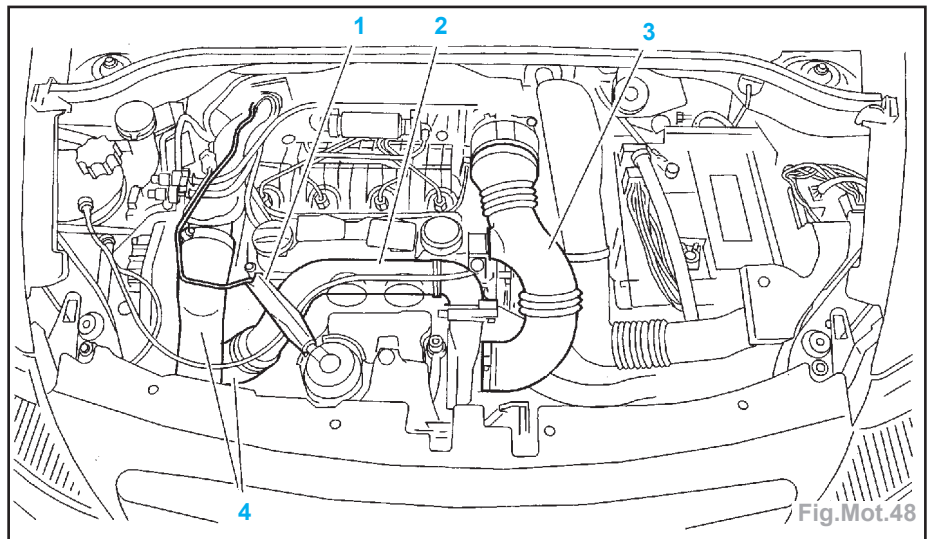
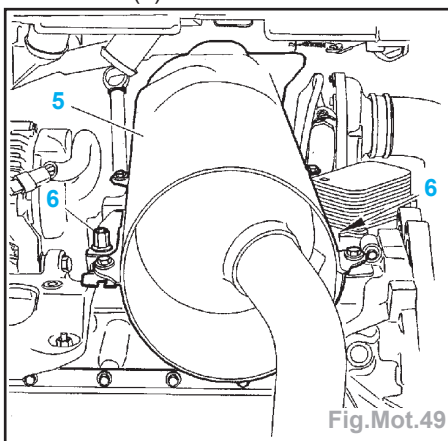

Fig.Mot.48
Fig.Mot.49
- Désaccoupler (Fig.Mot.48) :
- le tube (1),
- le conduit (3),
- les durits (4),
- l'atténuateur de résonance turbocompresseur (2).
- Déposer (Fig.Mot.49) :
- l'écran thermique (5) (6 vis),
- les 2 vis (6).